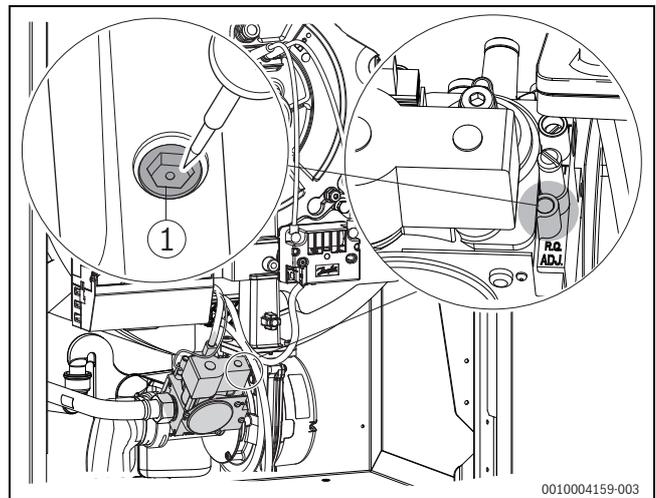

Bild 49 CO₂ / O₂-Einstellung bei Volllast vornehmen
- Bei CO₂-Werten (Werte in Klammern=O₂-Werte) unter 8,5 % (O₂=5,8 %) oder über 9,6 % (O₂=3,8 %) die Einstellung an der Volllast-Einstellschraube korrigieren (→ Bild 49, Seite 28, und Tabelle 8).
- ▶ Bei CO₂-Werten (Werte in Klammern=O₂-Werte) unter 9,8 % (O₂=6,0 %) oder über 10,8 % (O₂=4,5 %) die Einstellung an der Vollast-Einstellschraube korrigieren (→Bild 49, Seite 28 und Tabelle 9).